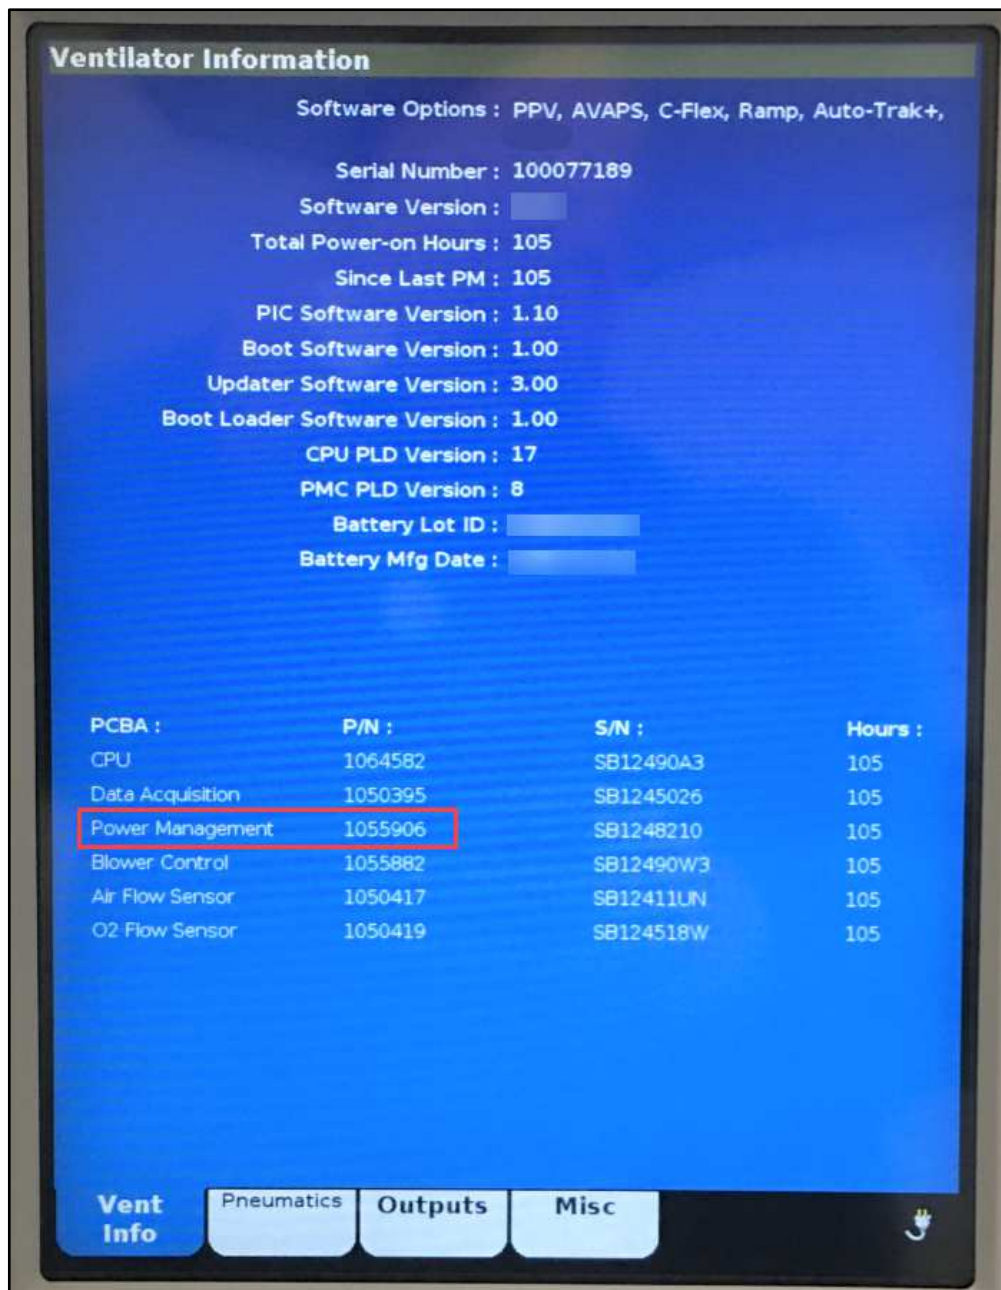

Figure 7: onglet Vent Info (Informations sur le ventilateur). Reportez-vous à la référence indiquée pour Power Management (Gestion de l'alimentation)
5. À partir de l'écran **Service (Maintenance)** (Figure 7), consultez les informations de l'onglet **Vent Info** (Informations sur le ventilateur).